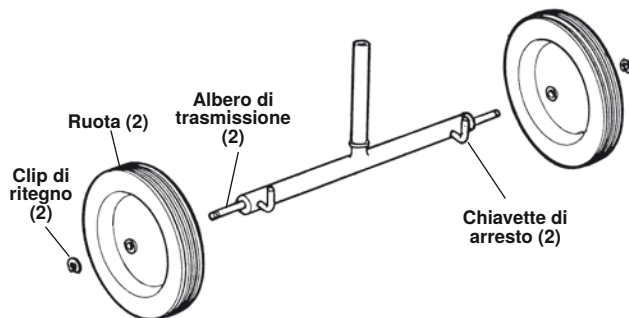

Figura 27 – Complessivo trasportatore n. 32
1. Se necessario, assemblare il Trasportatore n. 32 (vedere *Figura 27*).